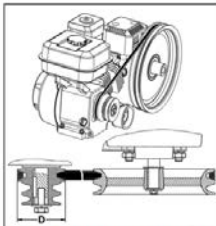
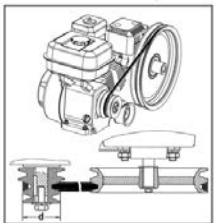

Рис. 31 Установка ремня в ручей шкива большего диаметра
Рис. 32 Установка ремня в ручей шкива меньшего диаметра
3. Установите ремень привода в ручей шкива вала двигателя большего «D» или меньшего диаметра «d» и соответствующие им ручей шкива вала коробки передач. На Рис. 31 показана установка ремня в ручей шкива большего диаметра «D». На Рис. 32 показана установка ремня в ручей шкива меньшего диаметра «d».